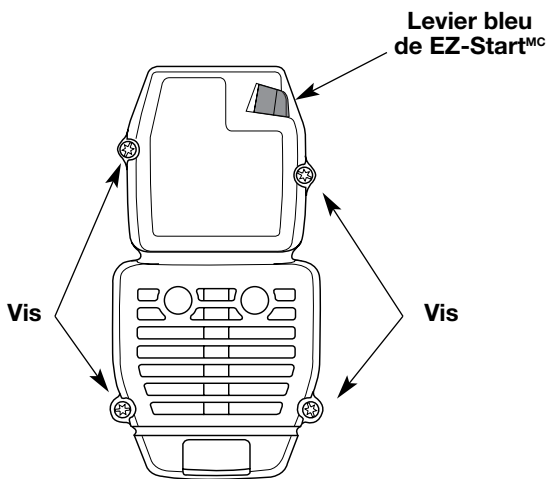

Fig. 26
1. Retirez les quatre vis retenant le couvercle (Fig. 26). Servez-vous d'un tournevis à lame plate ou à mèche T20 Torx.
2. Insérez les quatre vis dans les trous du couvercle (Fig. 26) et vissez. Évitez de trop serrer.